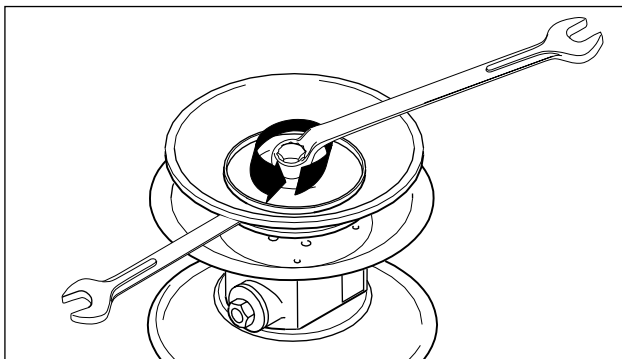

Fig. 10: Soltar a placa de membrana. (Inexistente em membranas nopped E4®)
- Soltar a placa de membrana exterior e retirar com a membrana (Fig.10).